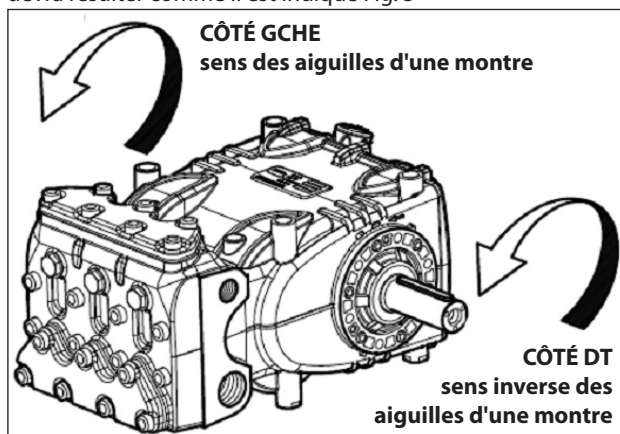

Fig. 5
Le sens de rotation est indiqué par une flèche présente sur le carter, à proximité de l'arbre de prise de mouvement. En se plaçant face à la tête de la pompe, le sens de rotation devra résulter comme il est indiqué Fig. 5
N.B. La version représentée sur la Fig. 5 est de Droite.